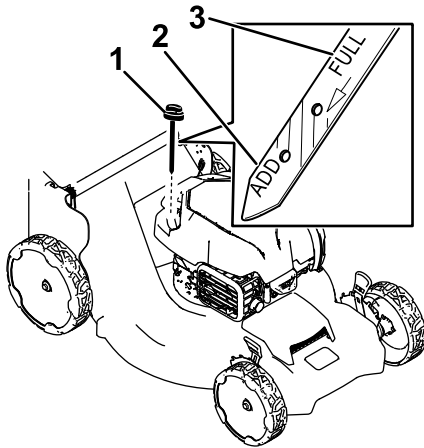

Figura 24
3. Retire la varilla girando el tapón en el sentido contrario a las agujas del reloj y tirando del mismo (Figura 24).
4. Ponga la máquina de lado (de modo que el filtro de aire quede hacia arriba) para drenar el aceite usado a través del tubo de llenado de aceite (Figura 24).